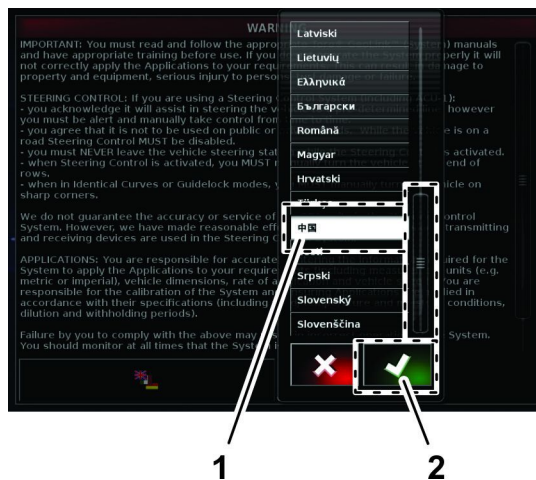

Рисунок 15
2. В диалоговом окне выбора языка перейдите к нужному языку, выберите его из списка и нажмите на значок «Да» (Рисунок 15).